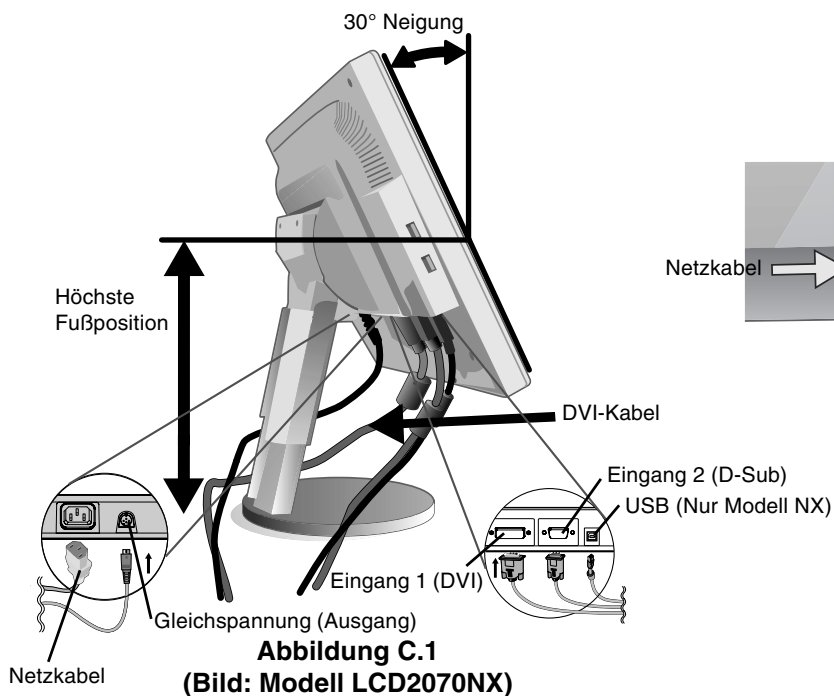

Abbildung C.1
3. Fassen Sie den LCD-Bildschirm auf beiden Seiten an, neigen Sie ihn in einem Winkel von 30 Grad, und heben Sie ihn in die höchste Position (**Abbildung C.1**).
4. Verbinden Sie alle Kabel mit den entsprechenden Anschlüssen (**Abbildung C.1**).
HINWEIS: Wenn Sie sowohl das DVI- als auch das D-Sub-Kabel anschließen, muss das DVI-Kabel neben der Rippe auf der Seite des Netzkabels angeschlossen werden (**Abbildung C.1**).